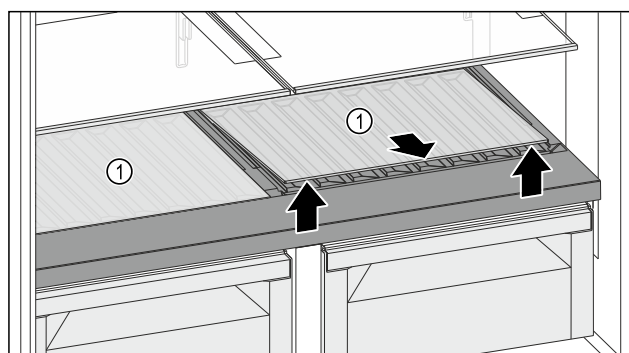

Fig. 122
- Soulever la plaque de verre ou les deux plaques de verre Fig. 122 (1) au niveau de l'évidement avant de la/les retirer.
- Entreposer la/les plaque(s) de verre Fig. 122 (1) dans un endroit sûr hors de l'appareil.